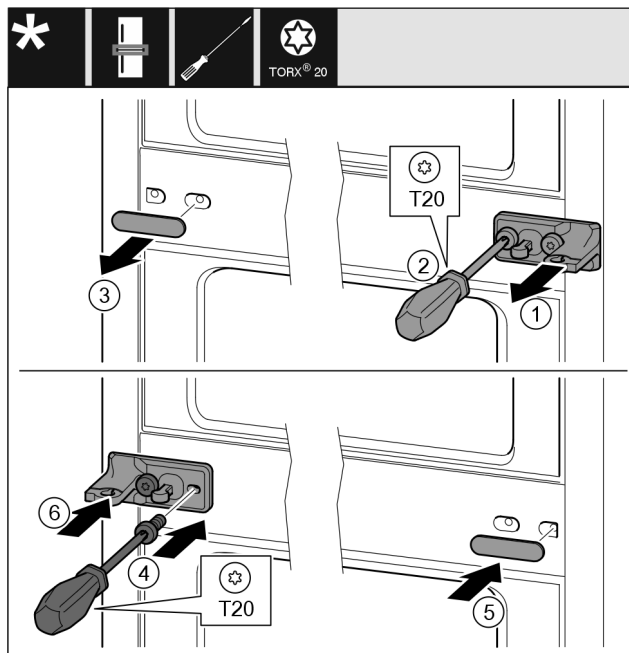

Fig. 10
- ▶ Зніміть перстину. Fig. 10 (1)
- ▶ Викрутіть гвинти за допомогою викрутки T20. Fig. 10 (2)
- ▶ Обережно зніміть кришку. Fig. 10 (3)
- ▶ Опорний кронштейн із плівкою, повернутий на 180°, закріпіть гвинтами з іншого боку. Fig. 10 (4)
- ▶ Кришку, яка повернута на 180°, розмістіть з іншого боку. Fig. 10 (5)
- ▶ Встановіть перстину спереду. Fig. 10 (6)